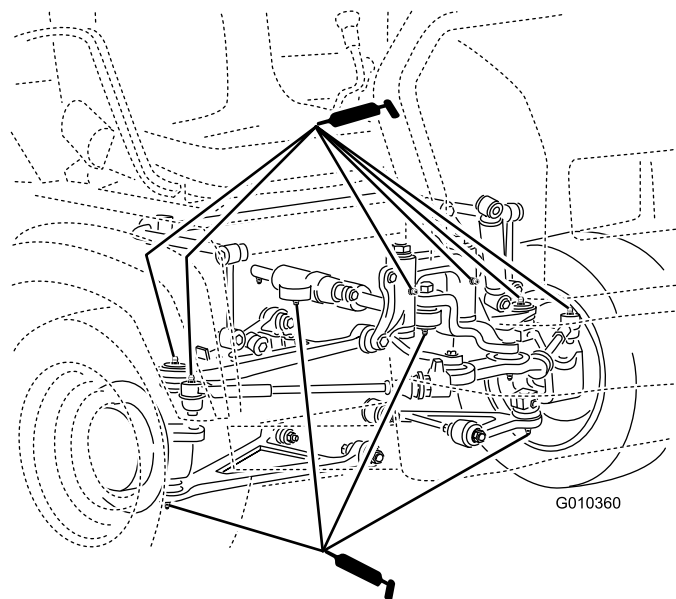

図 29
- ボールジョイント (4ヶ所); 図 29を参照
- タイロッド (2ヶ所); 図 29を参照
- ピボットマウント (2ヶ所); 図 29を参照
- ステアリングシリンダ (2ヶ所); 図 29を参照